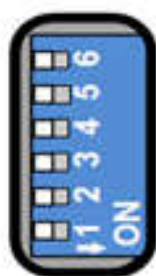

Рисунок 2.5 – Визуализация набора переключателей «КОНФИГУРАТОР»
2.3.1.1.2 На задней панели анализатора располагается набор переключателей «КОНФИГУРАТОР», с помощью которого выбирается набор сетевых параметров (рисунок 2.5).